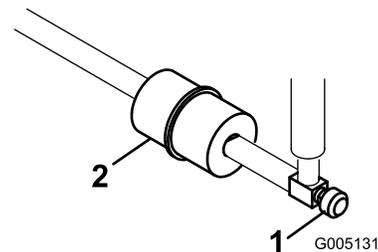

図 50
燃料フィルタはインラインタイプで、燃料タンクとキャブレタの間に設置してあります(図 50)。800 時間ごと、又は燃料の流れが悪くなれば交換してください。フィルタに付いている矢印をエンジンの方に向けて取り付けてください。
- 燃料バルブを閉じ、フィルタのキャブレタ側についているホースクランプをゆるめ、燃料ラインからフィルタを外す(図 50)。
- フィルタの下に容器を置き、もう一方のクランプも外してフィルタを取り出す(図 50)。